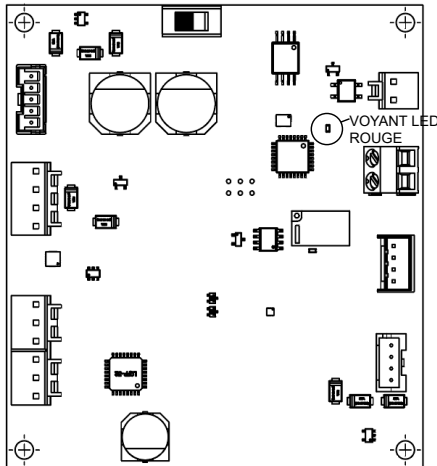

Figure 86. Conseil d'administration HO2T voyant d'indication d'alimentation
- Vérifiez que le voyant lumineux rouge est allumé. Voir la **Figure 86**.